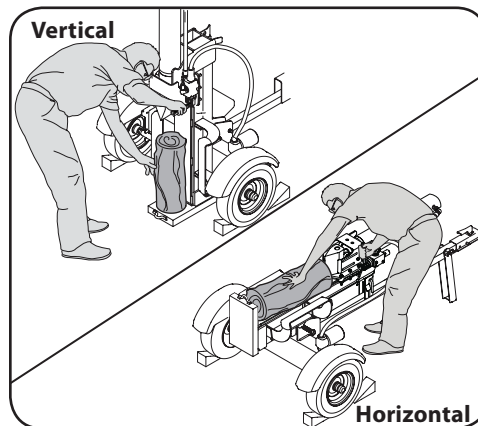

Figura 2-1
6. Siempre opere la máquina desde la(s) zona(s) del operador que se especifican en el manual. Vea la Figura 2-1.
- a. Posición horizontal de funcionamiento: Párese del lado de la palanca de control de la máquina rompetroncos y establezca el tronco como se indica, si es necesario. Vea la Figura 2-1.